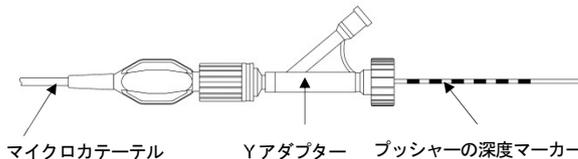

図3. 深度マーカーの到達状態
本品には、深度マーカーが付いている製品と付いていない製品がある。深度マーカーは、有効長 150cm のマイクロカテーテルに本品を挿入していく際、マイクロカテーテルに接続した Y アダプターの手元側に深度マーカーが到達した状態(図3)で、マイクロカテーテルの先端から白金コイル先端が出ない位置を示している。
- ① シースをケースから引き出す。
- ② 本品を挿入する前に、シースを透かしてプッシャーと白金コイルが離脱部で直接触れていないことを確認する。
- ③ 本品挿入のためにアダプターのリングを緩める。
- ④ シース先端をしっかりマイクロカテーテルのポートに突き当て、白金コイルを変形させない様に、ゆっくりとプッシャーを押して本品をマイクロカテーテル内に挿入する。
- ⑤ プッシャーを後端までシース内に押し込んだ所で、プッシャーを固定し、プッシャー後端部からシースを取り除く。
- ⑥ プッシャー近位端の深度マーカ―の有無を確認する。
- ⑦ プッシャー後端にケーブルバックの出力側リード線を接続し、EDG の電源を入れる。
- ⑧ ⑥で深度マーカ―が付いていることが確認できれば、図 3 の通り、マイクロカテーテルに接続された Y アダプターの手元側に深度マーカ―が到達するまで、プッシャーを注意して進める。深度マーカ―が付いていることが確認できなければ、X 線透視下でプッシャーを進める。
- ⑨ その後、X 線透視下で確認しながらプッシャーを進め、白金コイルの先端がマイクロカテーテル内から出た状態で、EDG のテストボタンを押し、ブザー音が鳴り、更に SHORT (赤) ランプが点灯することを確認する。この操作により、離脱待機モードになる。
- ⑦ ⑥で深度マーカ―が付いていることが確認できれば、図 3 の通り、マイクロカテーテルに接続された Y アダプターの手元側に深度マーカ―が到達するまで、プッシャーを注意して進める。深度マーカ―が付いていることが確認できなければ、X 線透視下でプッシャーを進める。
- ⑧ その後、X 線透視下でマイクロカテーテルの先端まで白金コイルを進め、白金コイルの離脱部がマイクロカテーテルの第 2 マーカ― (手元側) を越えたことを確認する。
- ⑨ ED クリップを ED コイルのプッシャー末端に接続し、赤ランプの点灯ならびにブザーの連続音が鳴ることを確認する。[白金コイルの離脱部がマイクロカテーテルの第 2 マーカ― (手元側) を越える前に接続すると、EDG v4 が反応しないことがある。その場合は、一旦 ED クリップを外して、白金コイルの離脱部がマイクロカテーテルの第 2 マーカ― (手元側) を越えたことを確認してから再度接続する。]